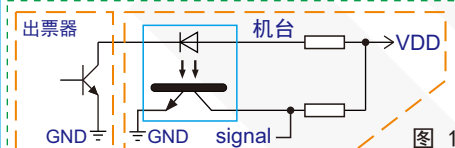

图 1
- 1、出票器输出信号的电路为三极管集电极或者MOS管漏极开路输出方式，建议用户设计接口电路时使用光耦接收讯号 (如图1)；